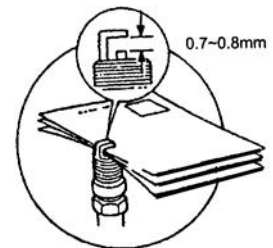

Figure 10
- 3) Mesurez le dégagement entre l'électrode. Voir Fig.10. Le dégagement devrait être entre 0.7-0.8mm. Si le dégagement est supérieur à 0.8mm, remplacez la bougie avec une LD F7TC ou équivalent (NGK BP6ES, Champion N9Y).